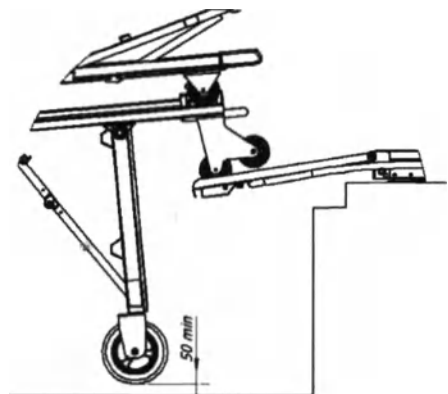
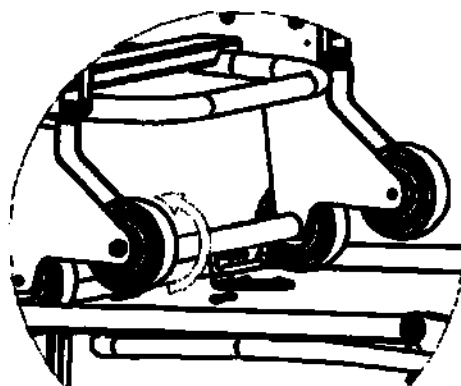

Рис. 11
Рис. 12
- При поддержке головной части вторым оператором, выгрузите тележку на грунт полностью (передняя опора должна быть разложена и зафиксирована до установки на грунт) (рис. 11) При выгрузке второй оператор выводит из зацепления страховочный механизм. (рис. 12)